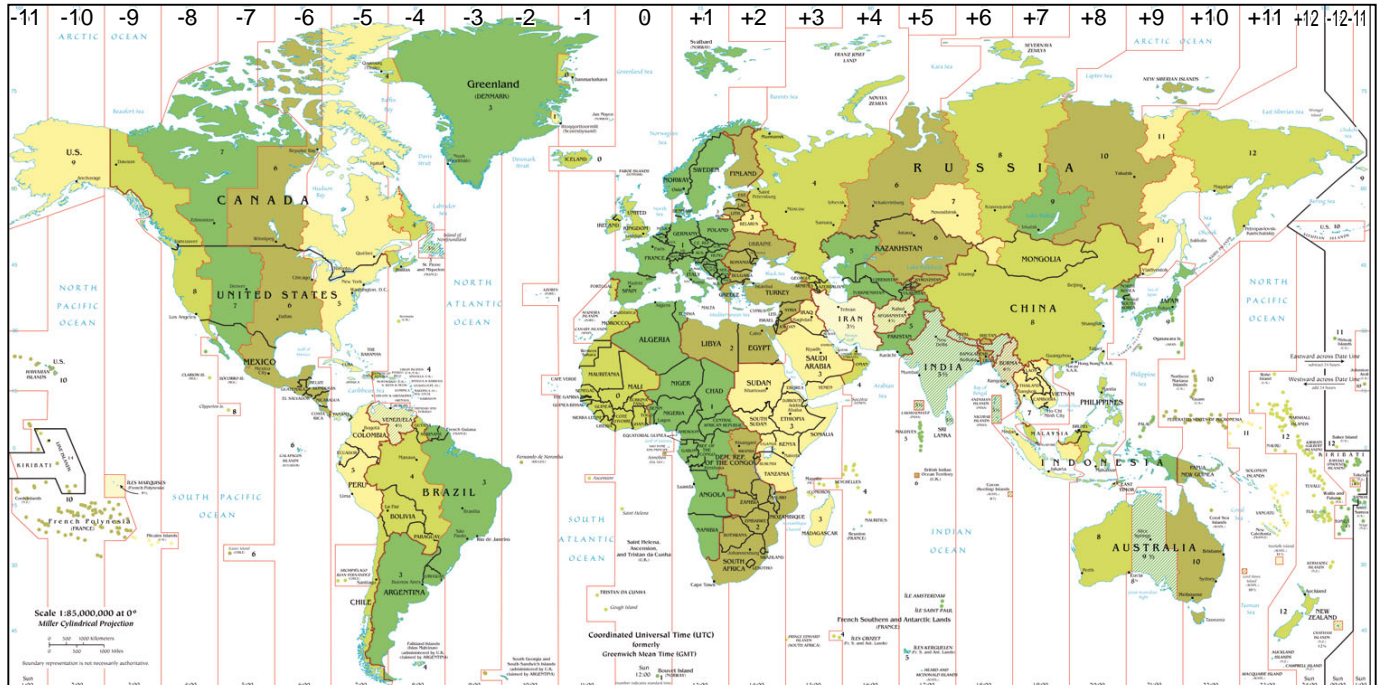

Abb. 21 Zeitzone
- ▶ Zeitzone GMT (z. B. +1 in Deutschland, siehe Abb. 21)